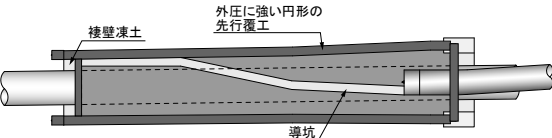

図4 複壁構築、内部掘削
⑦両側に複壁を構築して、内部掘削、二次覆工および内部構築を行います(図2右、図4)。